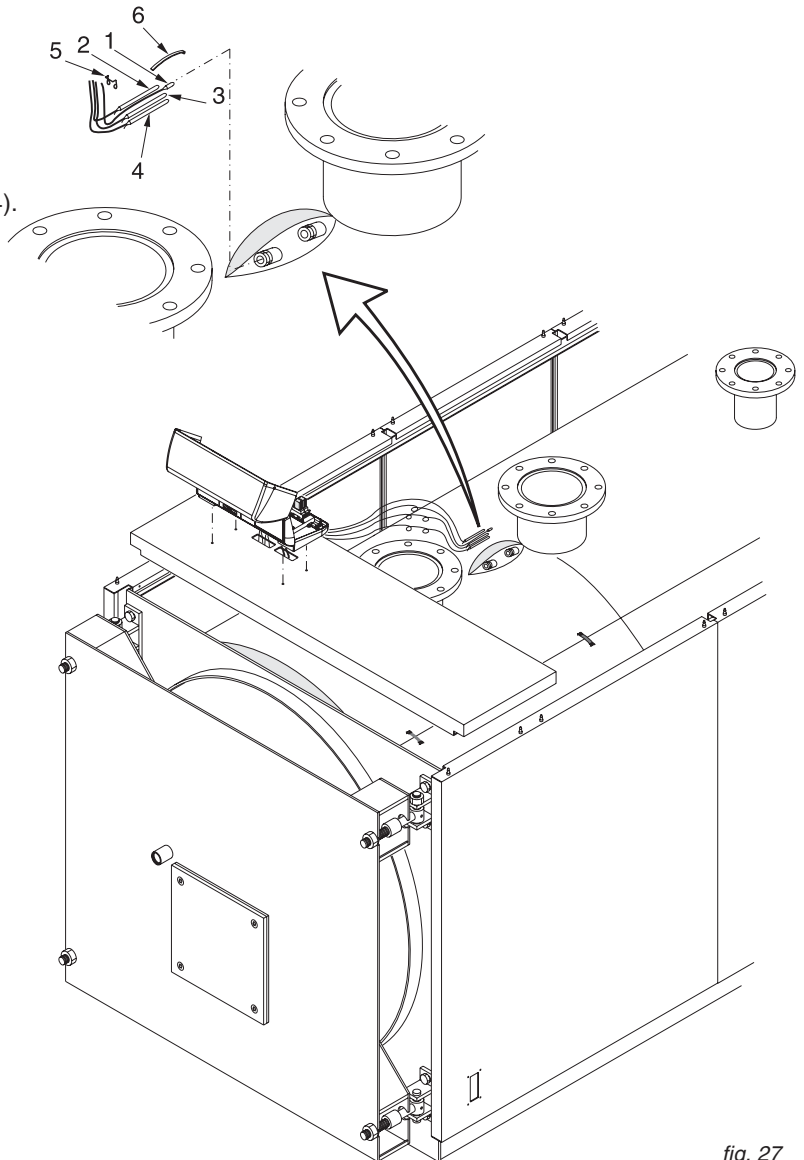

fig. 27
F) Inserire nelle guaine i bulbi degli strumenti come indicato in fig. 27 ed eseguire il collegamento elettrico del pannello comandi alla linea di alimentazione, al bruciatore ed alle eventuali pompe, etc.
- F) Inserire nelle guaine i bulbi degli strumenti come indicato in fig. 27 ed eseguire il collegamento elettrico del pannello comandi alla linea di alimentazione, al bruciatore ed alle eventuali pompe, etc.
E) Inserire nelle guaine i bulbi degli strumenti come indicato in fig. 27 ed eseguire il collegamento elettrico del pannello comandi alla linea di alimentazione, al bruciatore ed alle eventuali pompe, etc.
Inserire nella sequenza seguente le sonde degli strumenti nel/i pozzetto/i sul lato superiore della caldaia (Rif. fig. 27): del termometro (pos.1), del termostato di esercizio (pos. 2), del termostato di sicurezza (pos. 3), del termostato di minima (pos. 4). Si raccomanda di inserire le sonde fino in fondo ai relativi pozzetti per migliorarne il contatto. Inserire quindi la molla ad arco (pos. 6) e bloccare i capillari con la/e molletta/e (pos. 5).